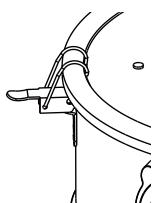

Fig. 4
- Fastgør strømhovedet på beholderen igen med låsene (fig. 4).